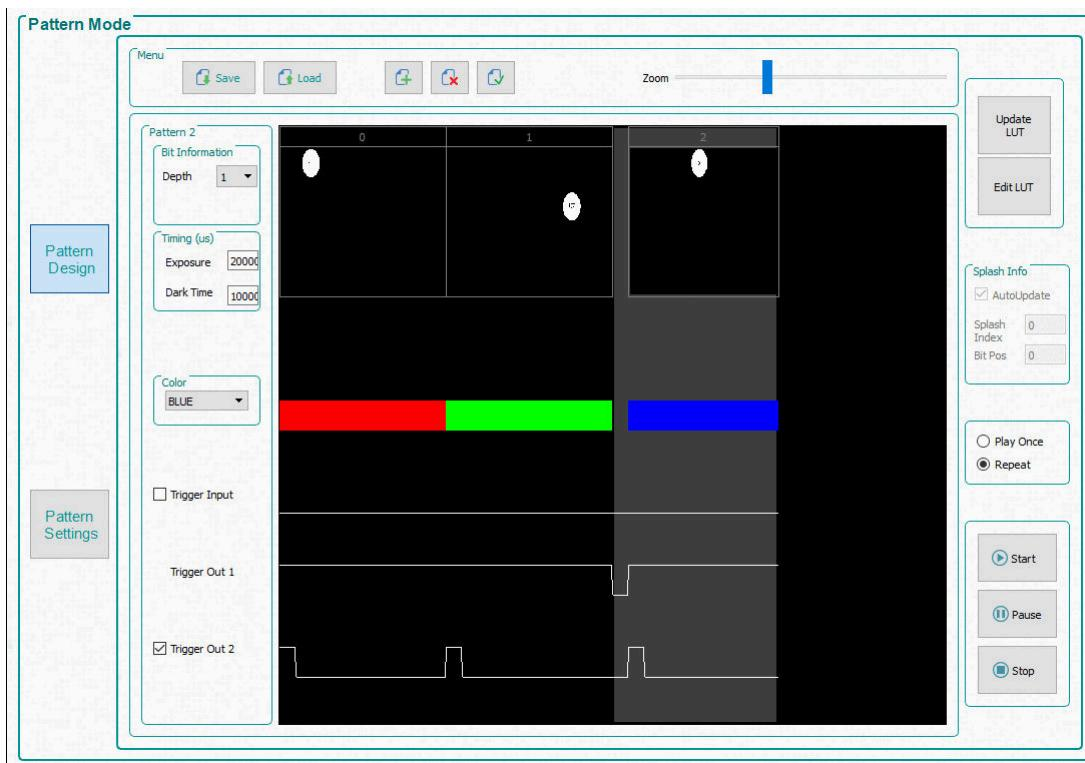

図 3-10. 3 パターンのシーケンス
7. 3 番目のパターンを選択し、ビット深度 1 を選択します。露出を $200000\mu\text{s}$ に、ダークタイムを $100000\mu\text{s}$ に設定し、カラーの「青色」を選択します。パターン シーケンスを、図 3-10 に示します。[Zoom] バーを使用して拡大と縮小を行えます。これは、多くのパターンがパネルにロードされているときに便利です。